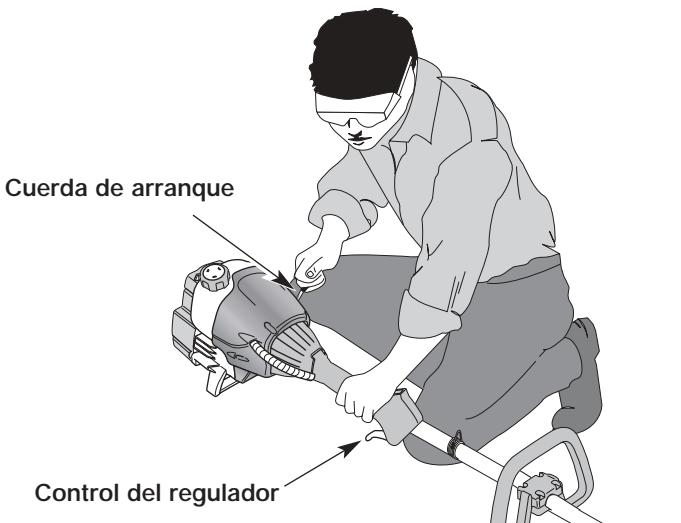

Fig. 5
5. Con la unidad en la posición de arranque (Fig. 5). NO APRIETE EL CONTROL DE ACELERACIÓN, hale la cuerda de arranque con fuerza 5 veces, la palanca EZ-Start™ debe estar hacia la izquierda. Si la unidad empieza a funcionar antes de la quinta tirada de la cuerda, avance hacia el Paso 7.
**NOTA:** El estrangulamiento no es necesario para poner en marcha un motor caliente. Ponga el control On/Off Stop en la posición ON (Fig. 3) apriete el acelerador y hale la cuerda de arranque vigorosamente. (Fig. 5)
1. Saque la mano del control del regulador (Fig. 5). Deje enfriar el motor en mínima.